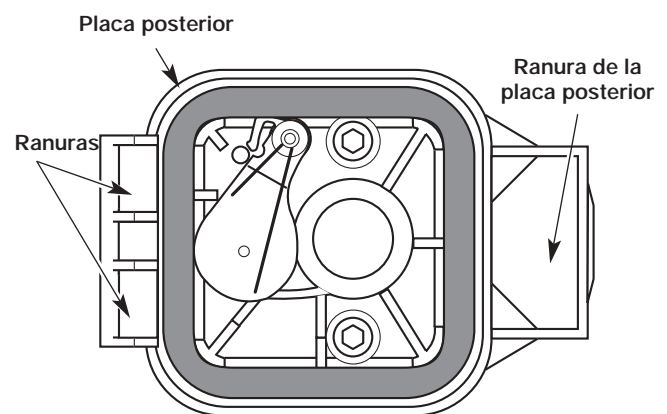

Figure 48
6. Vuelva a colocar el filtro (Fig. 48).
7. Vuelva a instalar la cubierta del filtro de aire. Coloque los ganchos del lado izquierdo de la cubierta del filtro de aire en las ranuras del lado izquierdo de la placa posterior (Fig. 48).